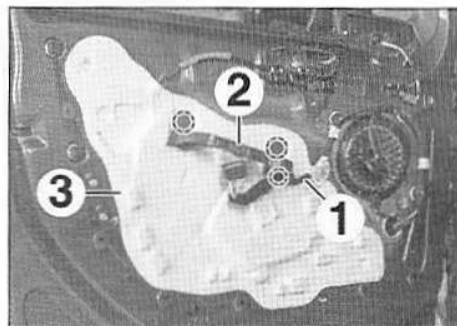
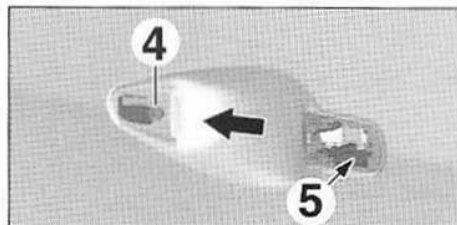
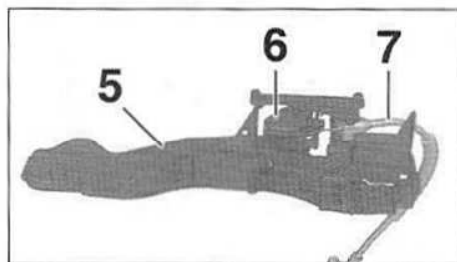

FIG.88
FIG.89
FIG.90
- Dégrafer (Fig.88) :
- le faisceau (1),
- le support (2) et le déposer par le haut.
- Déposer la feuille d'étanchéité (3).
- Desserrer la vis (4) (Fig.89).
- Par l'intérieur, dégrafer du panneau de porte, le support intérieur de la poignée extérieure (5).
- Désaccoupler l'arrêt de gaine (6) (Fig.90).
- Libérer le câble (7).